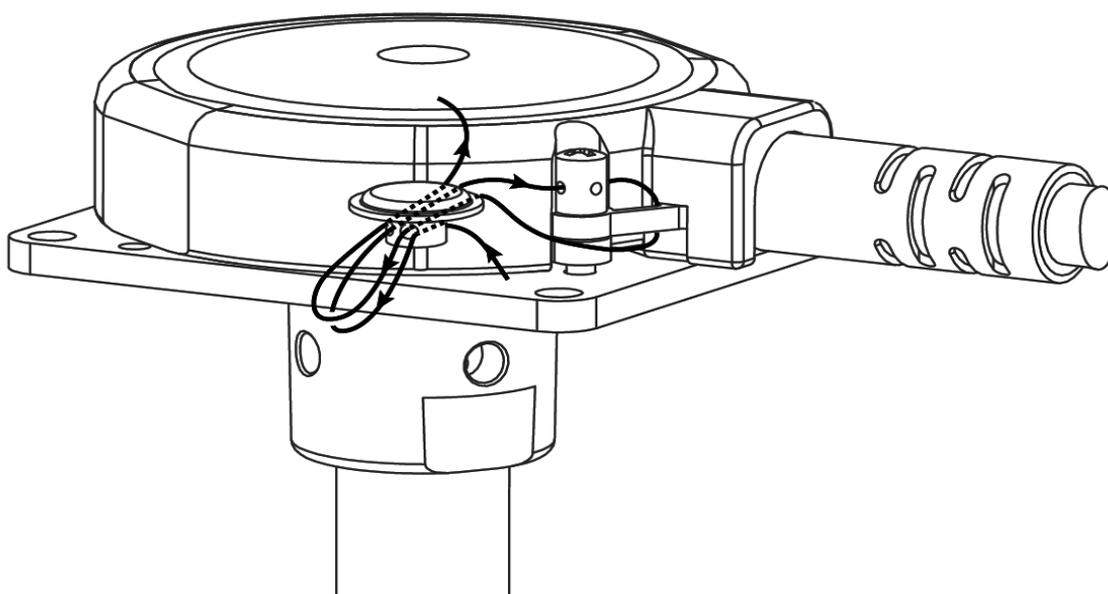

Рис. 5.1 Установка защитной пломбы на ДУТ
1. Закрепите стопорный винт (см. 1 на Рис. 5.1).
2. Проденьте пломбировочную проволоку через отверстия в стопорном винте и корпусе датчика как показано на рисунке (см. Рис. 5.1).